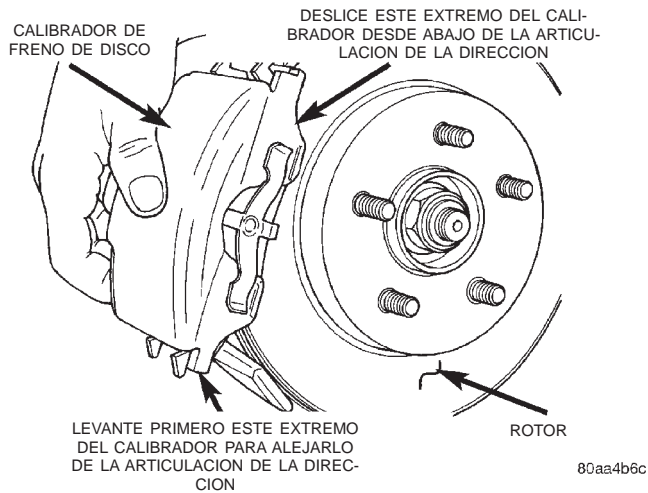

Fig. 61 Desmontaje del conjunto de calibrador de la articulación de la dirección
(4) Retire el calibrador de la articulación de la dirección, haciendo girar primero el extremo libre del calibrador para separarlo de la articulación de la dirección. Después deslice el extremo opuesto del calibrador para sacarlo de debajo del tope maquinado de la articulación de la dirección (Fig. 61).